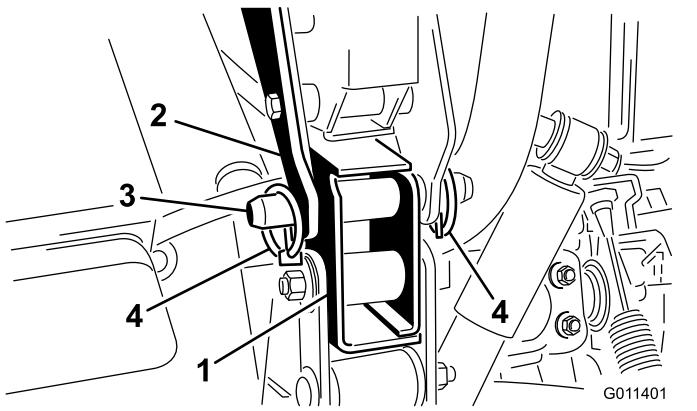

Рисунок 9
7. Прикрепите каждый задний монтажный кронштейн к раме автомобиля Workman с помощью шплинтуемого штифта и 2 шплинтов с кольцом (Рисунок 9).